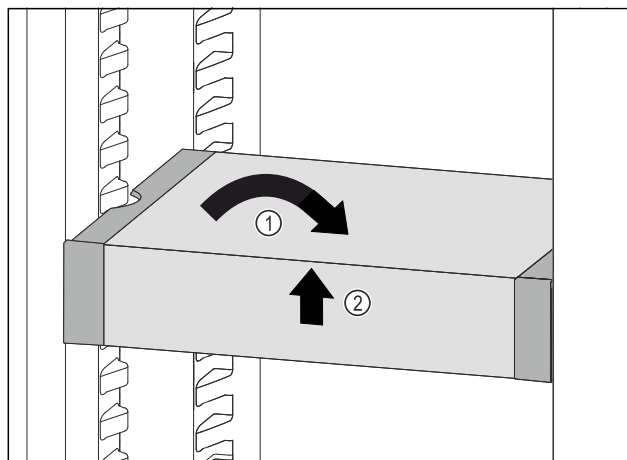

Fig. 89
- Ispravite VarioSafe. Fig. 89 (1)
- Podignite sprijeda VarioSafe. Fig. 89 (2)